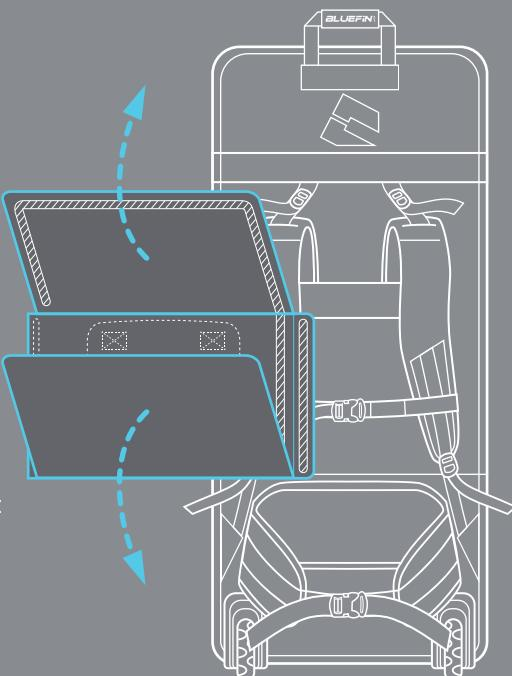

Figure 3.
- Dépliez-le pour créer un panneau pour contenir les sangles de transport et fixez à l'aide de la bordure velcro. **Figure 3**